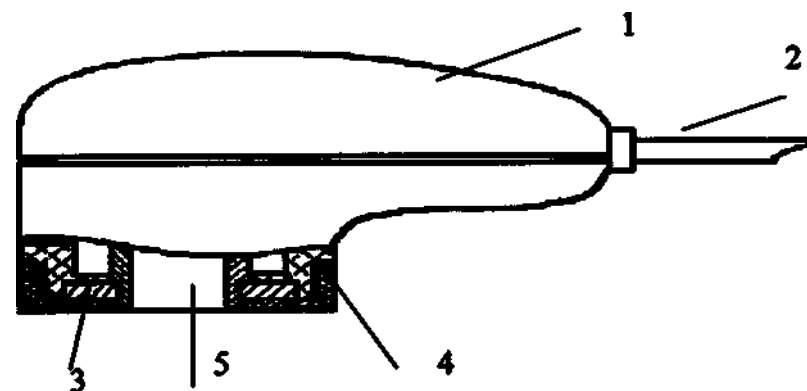

Рис. 3. Терминал аппарата (вид сбоку).
8.7. В аппарате предусмотрена возможность отключения любого из лечебных факторов. Для отключения инфракрасных диодов установите кнопкой «УРОВЕНЬ» значение, равное «0». Для отключения лазера установите кнопкой «ЧАСТОТА» значение «0». Для работы без магнитного поля отверните гайку 4 терминала (рис.3), выньте магнит 3, заверните гайку 4. Дальнейший порядок работы совпадает с описанным выше (п.п. 8.1-8.6).